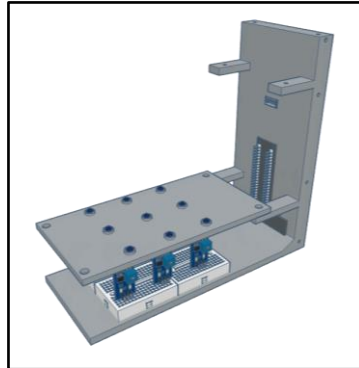

**Figure 15.** Logique de connexion des photodiodes à la carte GPIO.
- b. Utiliser des câbles Dupont femelle-mâle pour connecter la broche de sortie de signal de chaque photodiode au GPIO, en suivant les instructions de connexion ci-dessous (**Fig. 15**). Chaque numéro de la figure 15 correspond à une broche GPIO (**Fig. 11 et 12**).